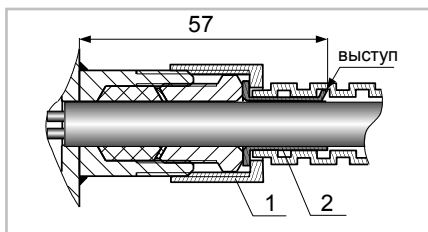

Рис.9
- устройство крепления металлорукава УКМ-10(12) (рис.9), состоящие из втулок 1(сталь) и 2 (медь). Крепление может осуществляться двумя способами: 1) Наворачиванием металлорукава (диаметром 10 или 12 мм) на втулку 2, на конце которой предварительно выполняется выступ (~ 2 мм) при помощи плоскогубцев; 2) Пайкой металлорукава к втулке 2. Пример обозначения: «ПМП-165-...-УКМ-10 (или